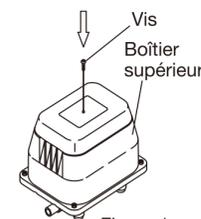

Figure 1
- 2 Retirez la vis de fixation du couvercle du boîtier. (Figure 1)